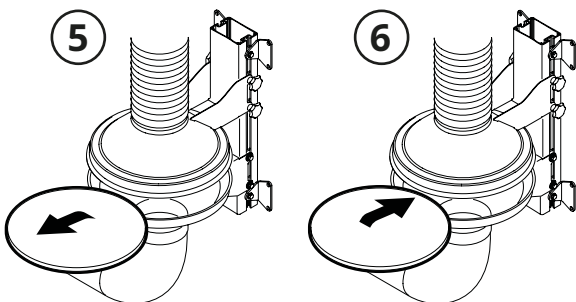

Fig. 17
4. Retire el filtro de hilo de metal del cono inferior (5, **Fig. 17**) y deseche o limpie con detergentes neutros poniéndolo debajo del grifo con agua tibia.
6. Coloque el filtro de hilo metálico nuevo o limpio en el cono inferior (6) y selle y conecte todas las piezas que ha aflojado durante el desmontaje.